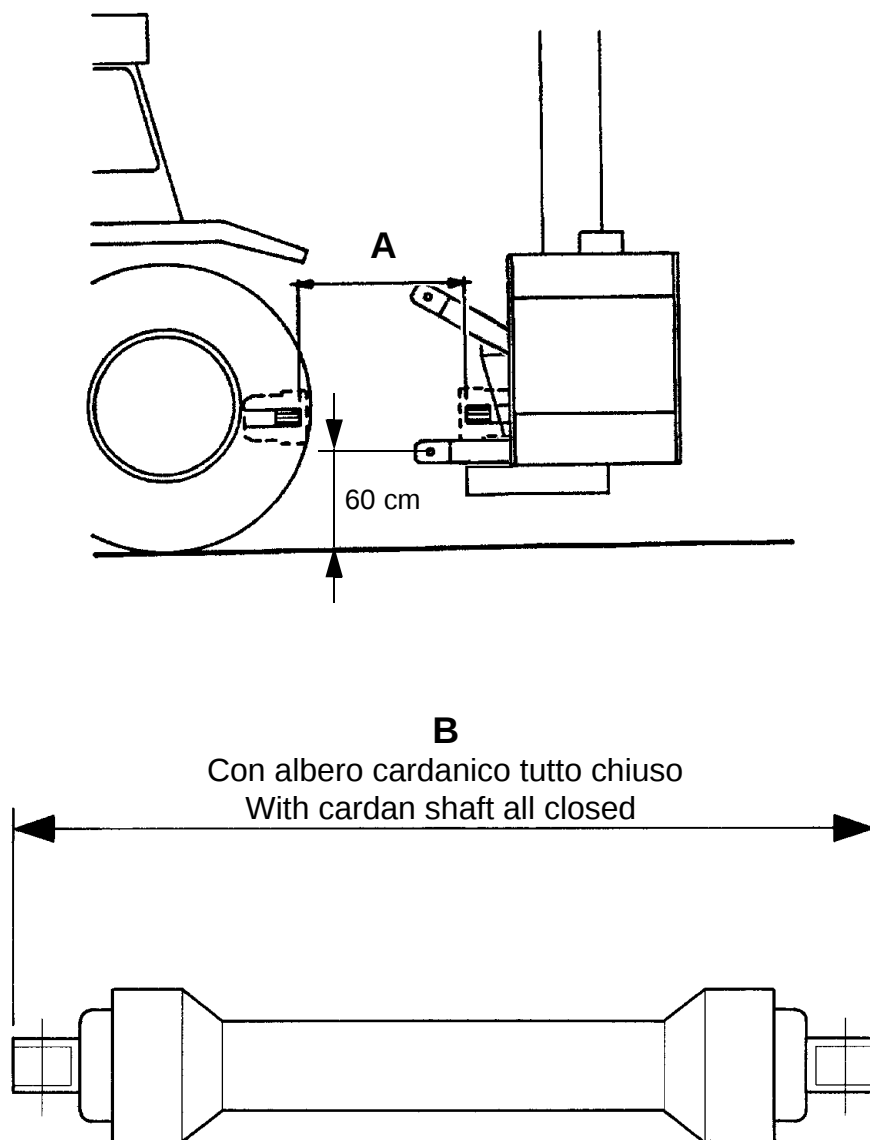

Fig. 4-5 Determinazione della distanza tra gli alberi della decespugliatrice e della trattrice
- Sollevare la decespugliatrice agendo sul sollevatore, finché gli attacchi dei bracci del sollevatore della trattoria siano a 60 cm da terra (Fig. 4-5).
- Lift the bush-cutter working on the lifter, until the hitches of the lifter arms of the tractor are lifted 60 cm. from the ground (Fig. 4-5).
- Misurare la distanza fra l'albero in uscita dal moltiplicatore della decespugliatrice e l'albero della presa di forza della trattrice, quota **A** (Fig. 4-5).
- Misurare l'albero cardanico in posizione tutta chiusa, quota **B** (Fig. 4-5).
- Measure the distance between the bush-cutter overdrive shaft and the tractor PTO shaft, dimension **A** (Fig. 4-5).
- Measure the cardan shaft in its all closed position, dimension **B** (Fig. 4-5).